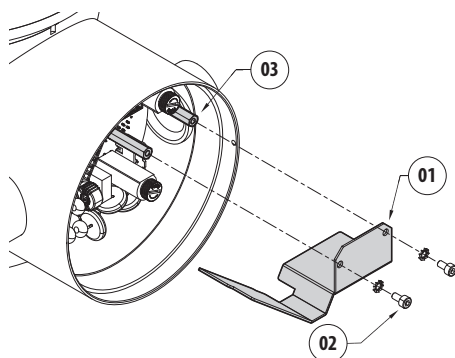
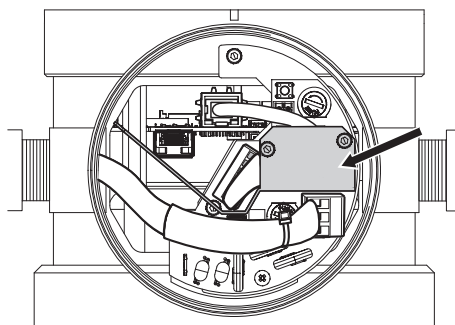

Fig. 18
Fig. 19
Fixe a barreira (01) com os parafusos e as arruelas (02) que acompanham o produto nos espaçadores pré-dispostos (03) (Fig. 18, página 32 e Fig. 19, página 32).